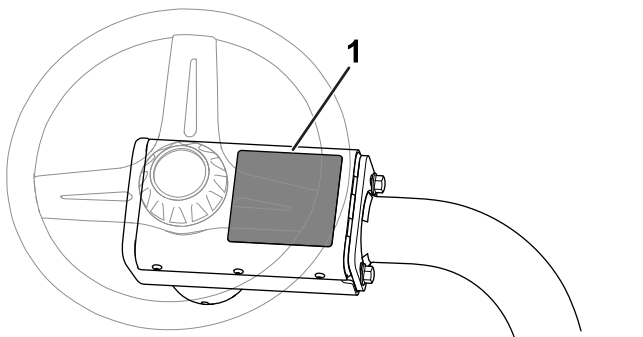

図 17
- **CE 警告デカル** CE 警告デカルP/N 139-8321を、既存の警告デカルP/N 139-8320の上から貼り付ける 図 17を参照。